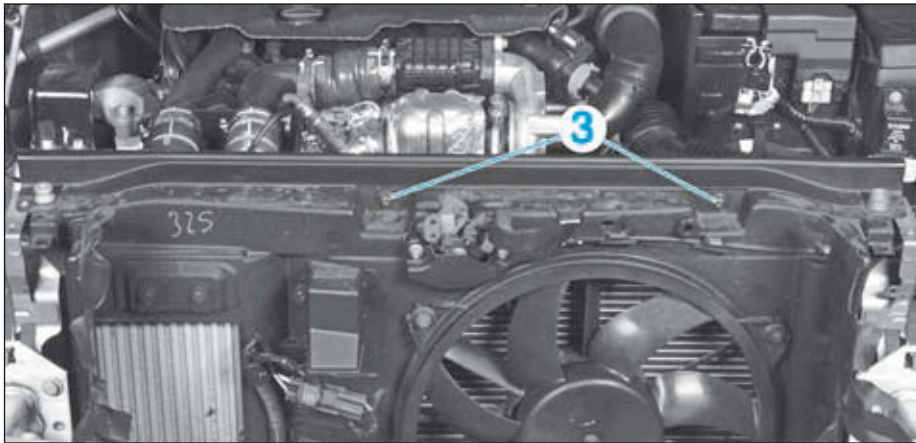

FIG.6
- Déposer les vis (3) (Fig.6).